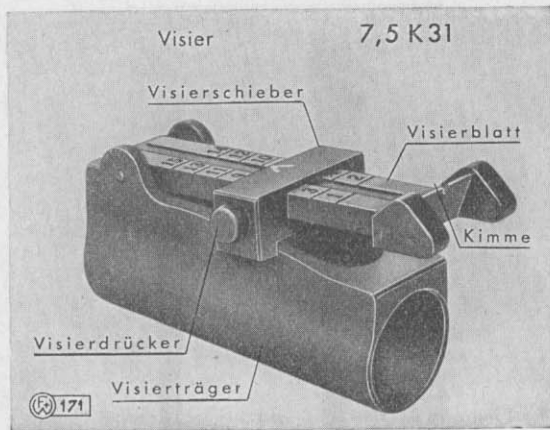

Fig. 4
10. Das **Visier** (Fig. 4 und 5) ist ein Leitkurvenvisier, bestehend aus: **Visierträger**, **Visierblatt** und **Visierschieber**. Es ist auf dem hintern Teil des Laues aufgelötet. Beim K. 11 ist der Visierträger zweiteilig: Visierhülse und Visierfuß.